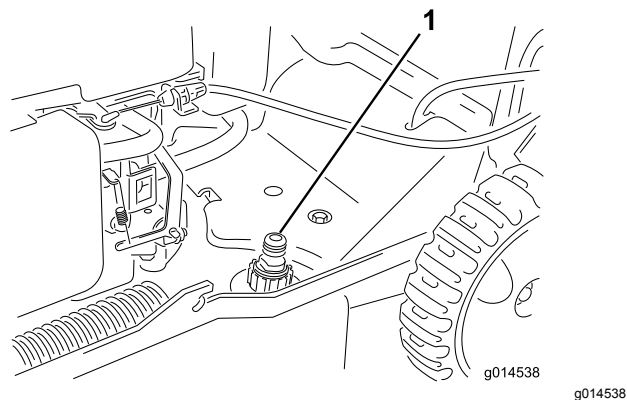

Figura 18
3. Collegate una canna da giardino al rubinetto dell'acqua e al foro di lavaggio (Figura 18).